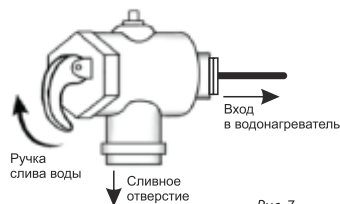

Рис. 7
-перевести ручку слива в верхнее положение до ощущения перехода резьбы и тогда из отверстия клапана должна потечь вода (см. рис. 7). После проверки вытекания воды верните ручку в предыдущее положение.